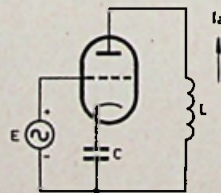

Fig.8
② In het in fig. 8 geschetste, voor wisselstromen geldende, schema is: